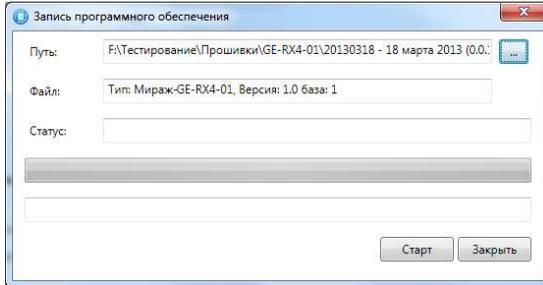
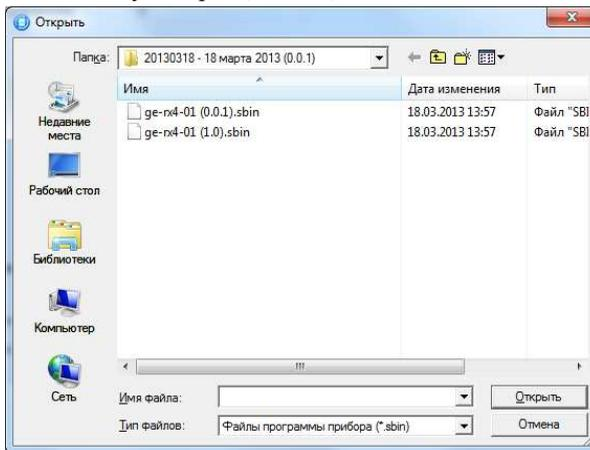

Рис.39 Задание файла прошивки
Рис.40 Выбор файла прошивки
- ✓ в открывшемся окне *Запись программного обеспечения* укажите наименование загружаемого файла прошивки с расширением \*.sbin (Рис. 39);
- ✓ для выбора файла прошивки нажмите кнопку  и в открывшемся окне *Открыть* выберите папку, имя файла и нажмите кнопку *Открыть* (рис. 39). В окне *Загрузка программного обеспечения* нажмите кнопку *Старт* (Рис. 40);